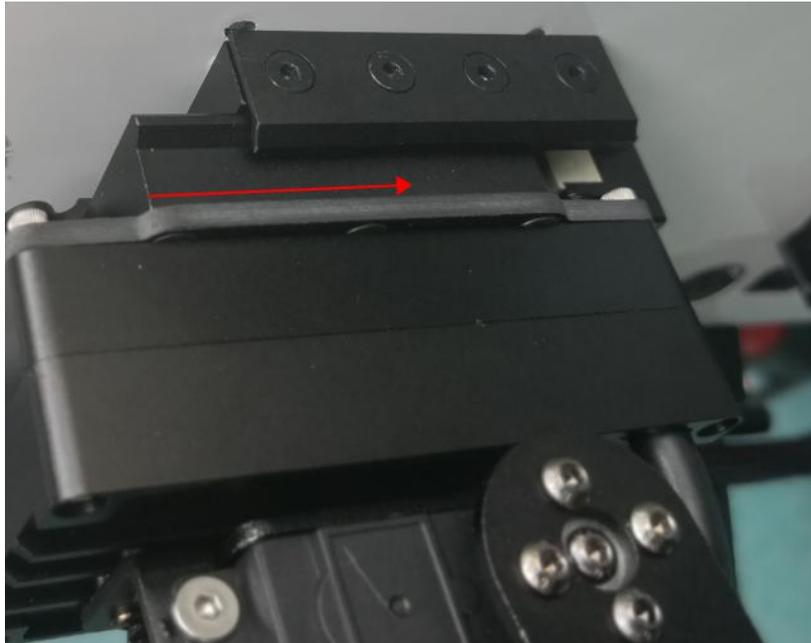
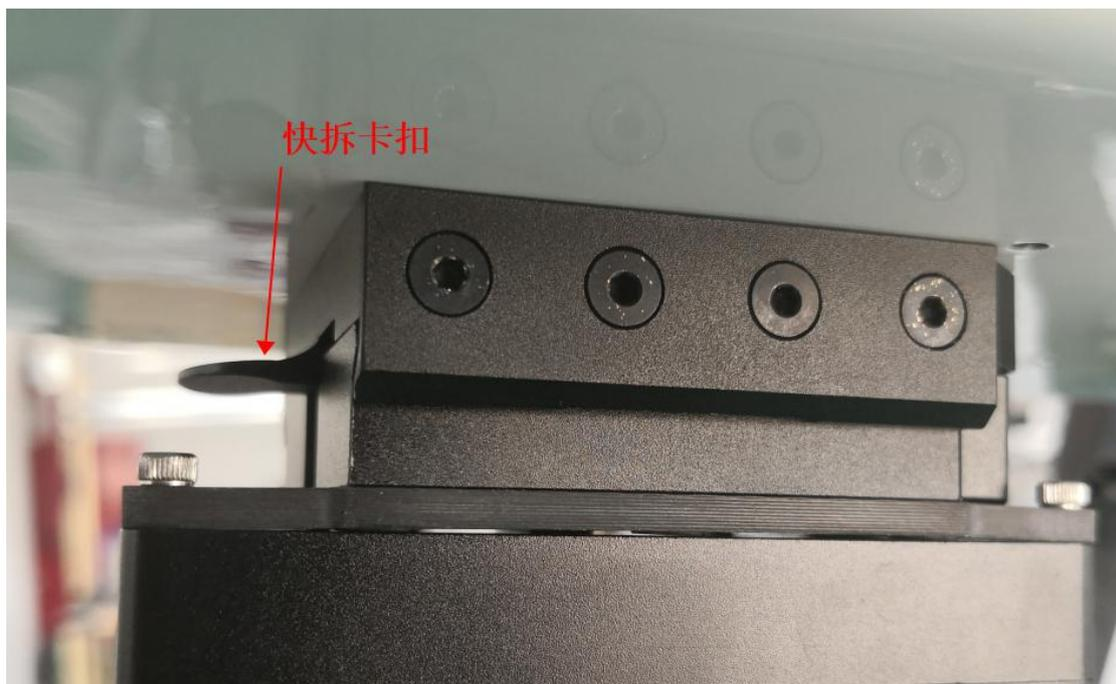

图 1 安装状态图
图 2 安装完成图
(1) 如图 1 所示，先将快拆的固定端顶入飞机快拆底座上，然后按箭头方向向上推听到咔哒一声即已固定。安装好后效果图如图 2 所示。
(2) 安装好后给无人机通电，即可用遥控器查看或控制挂载